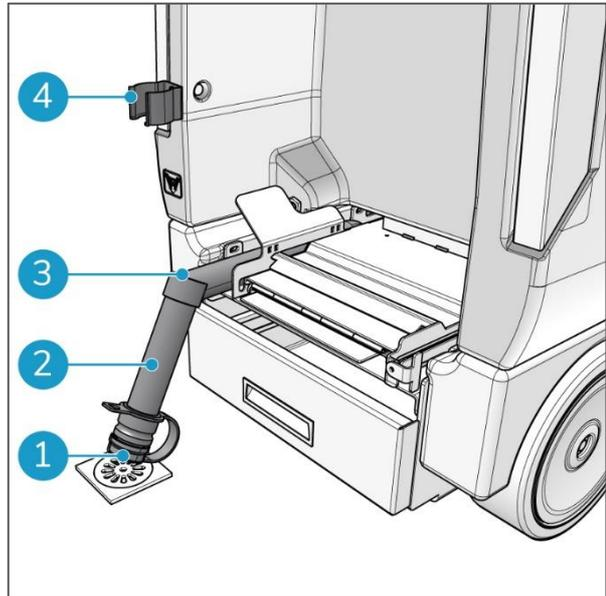

Figure 47
5. Libérez le tube d'eau usée du réservoir de récupération (Figure 47, pos. 2) du collier (Figure 47, pos. 4).
6. Pliez le tube pour le boucher (Figure 47, pos. 3).
8. Ouvrez le bouchon (Figure 47, pos. 1) du tube d'eau usée du réservoir de récupération.
13. Lorsque le réservoir de récupération est propre, placez le tube d'eau usée du réservoir de récupération dans le collier (Figure 47, pos. 4).
14. Remettez le bouchon du tube d'eau usée du réservoir de récupération (Figure 47, pos. 1). Assurez-vous qu'il est hermétiquement fermé afin d'éviter toute aspiration d'air.